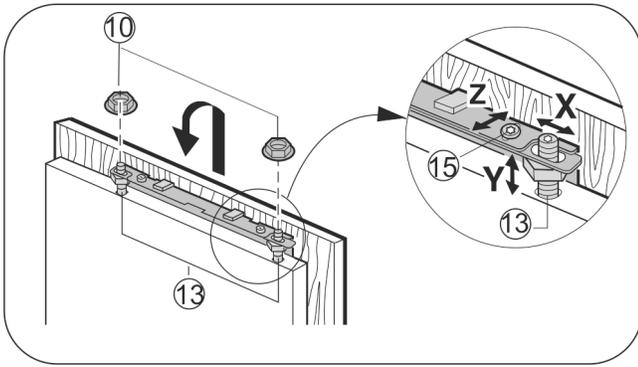

Fig. 31
- ▶ Accrocher la porte du placard sur les boulons d'ajustement, visser légèrement les contre-écrous sur les boulons d'ajustement. Fig. 31 (13) Fig. 31 (10)
- ▶ Ajuster la porte du placard à hauteur de **Y** et en l'inclinant sur le côté : régler les boulons d'ajustement Fig. 31 (13) à l'aide d'un tournevis.
- ▶ Serrer les contre-écrous Fig. 31 (10).